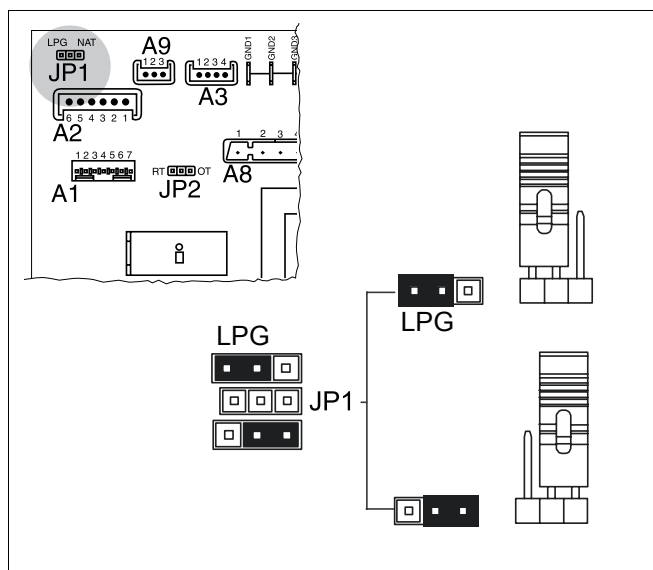

Fig. 41 Trecerea gaz natural/gaz lichefiat
- Introduceți jumperul JP1 (Fig. 41) pe platina de reglaj în poziția LPG.